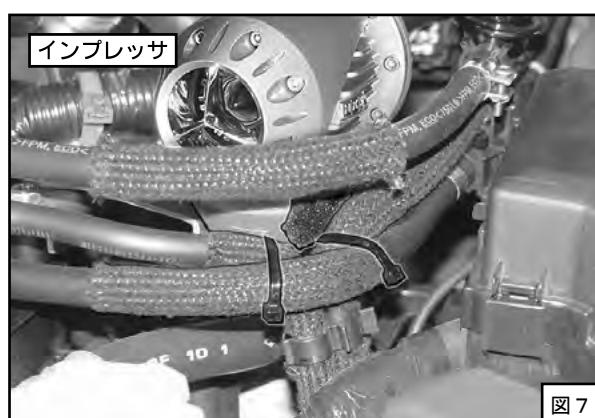

図7
- (11) **インプレッサ** 図7の位置を参考にフューエルホースをキット付属のタイラップ（中）で束ねてください。その際、ホースがつぶれたり、無理な力がかかるないようにしてください。（図7）
- (12) ブローオフアッセンブリとフューエルホースが干渉する箇所にクッションテープを貼付けてください。（図7）